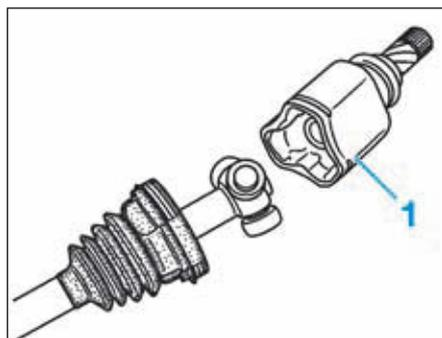

FIG.6
- les fourreaux tulipés (1) de l'arbre de transmission (Fig.6),
- Engager le fourreau tulipé (1) sur le tripode (Fig.6).